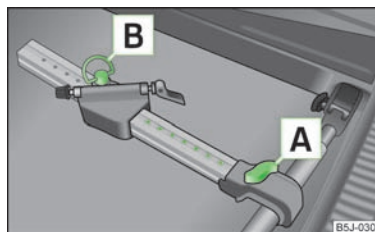

Fig. 55
- Puxe o parafuso **[A]** » **Fig. 55** um pouco para fora e empurre o suporte longitudinal (peça de alumínio) em direcção ao suporte transversal, até que o suporte engate.
- ▶ Solte o parafuso **A** » Fig. 55 e empurre para a esquerda o suporte juntamente com a bicicleta fixa, de modo a que entre o guidador e o vidro lateral da bagageira não possa ocorrer qualquer colisão.